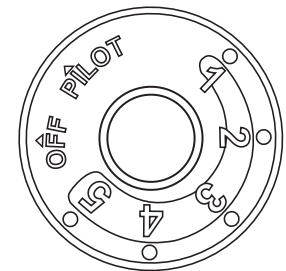
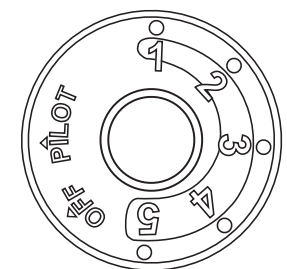

Fig. 22b
Fig. 23b
3. Gire la perilla de control ↶ hacia la derecha a la posición "OFF" . (Ver Fig. 22b)
4. Espere cinco (5) minutos para que se vacíe todo el gas. Luego huela en busca de gas, incluyendo cerca del piso. Si huele gas, ¡ALTO! Siga "B" en la información de seguridad anterior. Si no huele a gas, vaya al siguiente paso.
5. Gire la perilla de control ↶ hacia la izquierda a la posición "PILOT" . (Ver Fig. 23b) Oprima la perilla de control.